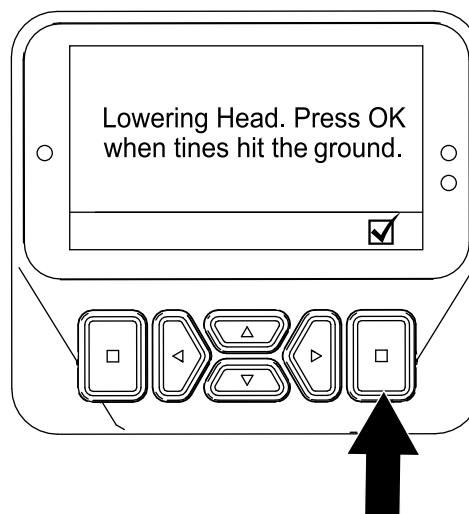

Figura 64
6. Cuando cualquiera de los taladros toque el suelo, pulse el botón Seleccionar de la pantalla Lowering Head (Bajando cabezal) (Figura 64).